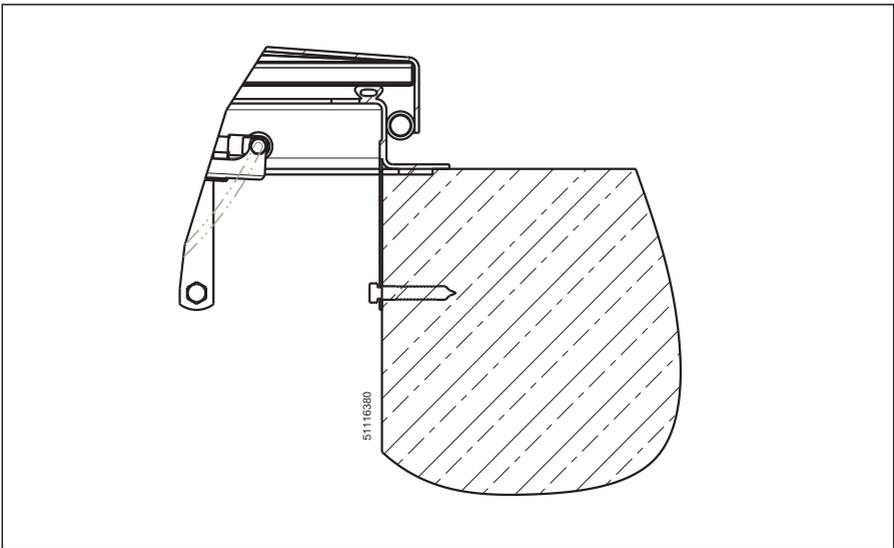

Abb. 2 Dübelrahmen (Standard SD3 RC3, SD4 RC3)
5. Drehen Sie den eingesteckten Bedienschlüssel jetzt um 90° im Uhrzeigersinn (Abb.2).